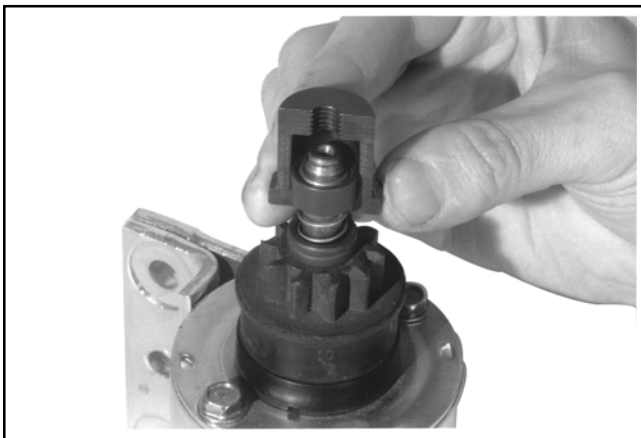

Figura 8-34. Montaggio della metà interna grande intorno allo scodellino della molla.
5. Montare le metà interne con la cavità grande intorno allo scodellino della molla (vedere Figura 8-34). Infilare il collare su di esse ed avvitare la vite centrale finché non si avverte una certa resistenza.